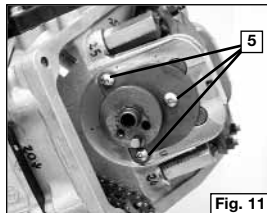

Fig. 11
- Si consiglia di inserire uno straccio pulito nel vano passaggio catena (Fig. 11).
- Svitare le tre viti di fissaggio della staffa di ritegno albero a camme (5) avendo cura che non cada nulla all'interno del carter (Fig. 11).
- It is advised to place a clean rag in the chain opening (Fig. 11).
- Unscrew the three fixing screws of the retaining bracket (5), taking care that nothing falls inside the crankcase (Fig. 11).
- Il est conseillé d'insérer un morceau de tissu propre dans le carter de passe de la chaîne (Fig. 11) .
- Dévissez les trois vis de fixation du support de l'arbre à cames (5) en ayant soin de ne rien faire tomber dans le carter (Fig. 11) .
- Rimontare come in origine la staffa di ritegno albero a camme (**Fig. 11**).
- Reassemble the retaining camshaft bracket camshaft (**Fig. 11**).
- Remonter comme à l'origine la patte de soutien de l'arbre à came (**Fig. 11**) .